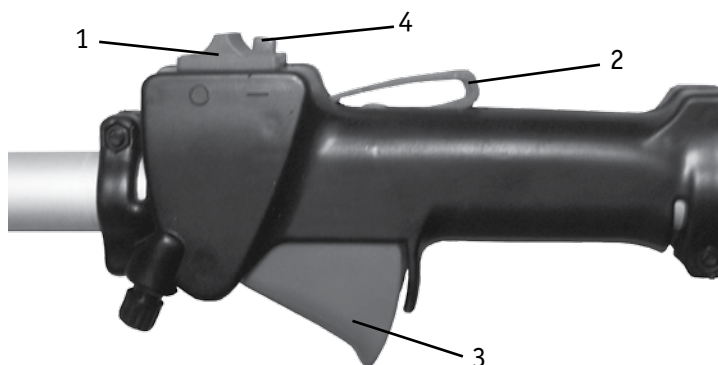

Рис. 7
2. Установите выключатель (1) в положение «I» (сдвиньте к себе до упора). Нажмите одновременно на стопорный рычаг (2) и курок газа (3). Зафиксируйте курок газа в нажатом состоянии кнопкой (4) (рис. 7).
7. После запуска переведите курок газа в режим холостого хода. Для этого нажмите и отпустите курок газа (3) (рис. 7) и прогрейте двигатель в течение 10 секунд (рычаг воздушной заслонки при этом находится в положении 2) (рис. 8).
1. Установите заслонку в положение (2) (рис. 8), выключатель (1) в положение "I" (рис. 7).
При аварийной ситуации необходимо немедленно выключить двигатель. Для этого переведите выключатель (1) в положение «Стоп» (рис. 7).